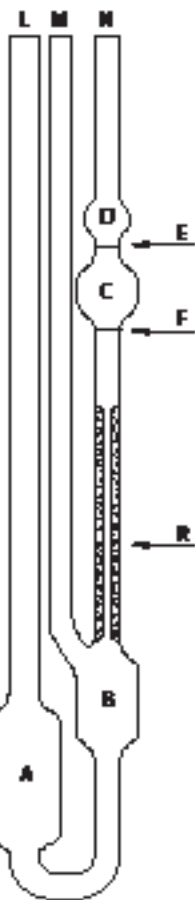

Рисунок 2.2.9.-1. Капілярний віскозиметр типу Уббелодє
Основні складові частини капілярного віскозиметра типу Уббелодє наведено на Рис. 2.2.9.-1.
Заповнюють віскозиметр через трубку L (Рис. 2.2.9.-1) достатньою кількістю випробовуваної рідини (попередньо доведеною до температури 20°C , якщо не зазначено інше), щоб заповнити резервуар (A), одночасно слідкуючи, щоб рівень рідини в резервуарі (B) був нижче виходу до вентиляційної трубки (M). Віскозиметр занурюють у вертикальному положенні у водяну баню за температури $(20 \pm 0.1)^\circ\text{C}$, якщо не зазначено інше, і залишають його на не менш ніж 30 хв для встановлення температурної рівноваги. Трубку (M) закривають і затягують рідину в трубку (N) так, щоб її рівень був приблизно на 8 мм вище від позначки (E). Утримують рідину на цьому рівні, закривши трубку (N) і відкривши трубку (M). Потім відкривають трубку (N) і вимірюють секундоміром із точністю до $1/5$ секунди час, потрібний для того, щоб рівень рідини опустився від позначки (E) до позначки (F).